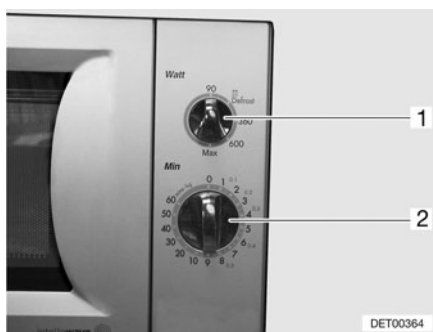

Fig. 186 Elementos de mando del horno microondas
- Seleccionar la potencia con el regulador giratorio (Fig. 186,1).
- Seleccionar el tiempo de cocinado con el regulador giratorio (Fig. 186,2). Comienza el proceso de cocinado.